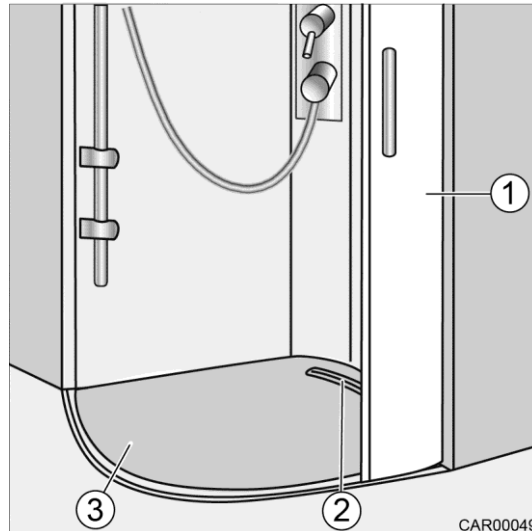

Fig. 169 Protection du receveur de douche
1. Fermer la porte (Fig. 169/1) à moitié.
2. Soulever la protection (Fig. 169/3) et sortir l'évidement (Fig. 169/2) de la porte (Fig. 169/1).
3. Retirer la protection (Fig. 169/3).